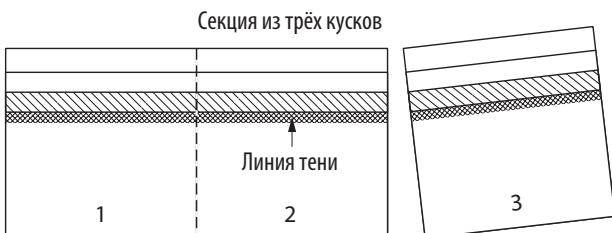

Рис. 12-18. Разделите, чтобы получить 3 покрывающих гонта.
2. Начинайте укладку покрывающих гонтов у нижнего конца ребра или с любого края конька. Уложите начальный кусок, у которого отрезан нижний край высотой 12,7 см (14,3 см в случае с гонтами метрических размеров) (Рис. 12-18). Закрепите начальный кусок двумя гвоздями, вбив их на расстоянии около 7,6 см от края ската и 2,5 см от каждой боковой кромки. Убедитесь, что гвозди, которыми крепятся покрывающие гонты, входят в обрешётку или проходят сквозь неё не менее чем на 19 мм.
3. Уложите целый покрывающий гонт на начальный кусок (Рис. 12-18) и вбейте гвозди на расстоянии 12,7 см (14,3 см в случае с гонтами метрических размеров) выше открытого нижнего края и 25 мм от края с каждой стороны. Гвозди не должны быть видны на готовой кровле. Все гвозди должны вбиваться перпендикулярно гонту таким образом, чтобы шляпки не прорывали его поверхность.
Используйте вспомогательные гонты Cedar Crest для покрытия рёбер и коньков. Перед укладкой осторожно разделите секции, состоящие из трёх частей, для чего сначала сложите их по предварительно нарезанным линиям, а затем отделите куски друг от друга (см. Рис. 12-18). Разрезать секции не требуется. В каждой упаковке находится 30 отдельных гонтов (10 секций по 3 куска). Одна упаковка позволяет покрыть 6,1 погонных метров. Каждый гонт размеров 30,5 x30,5 см имеет линию тени, которая является элементом дизайна и остаётся видимой при условии правильной укладки. Во избежание повреждения гонтов во время укладки они должны быть достаточно тёплыми, чтобы им можно было придать необходимую форму.